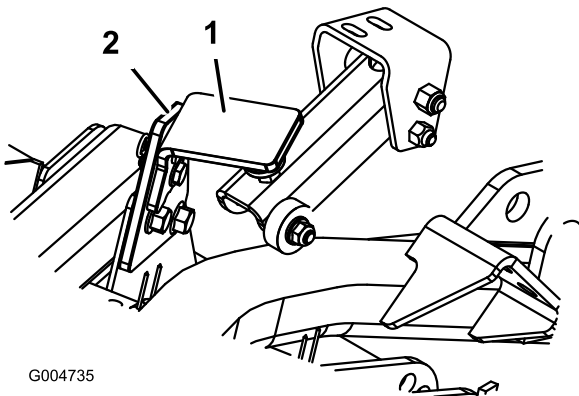

Bild 76
2. Nehmen Sie den Splint und den Lastösenbolzen ab, mit denen der Transportriegel des Mähwerks an der Riegelplatte befestigt ist (Bild 76). Drehen Sie den Riegel zum Heck des Mähwerks.